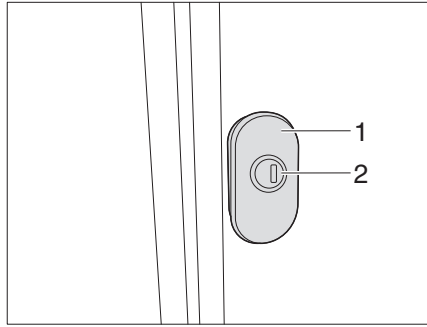
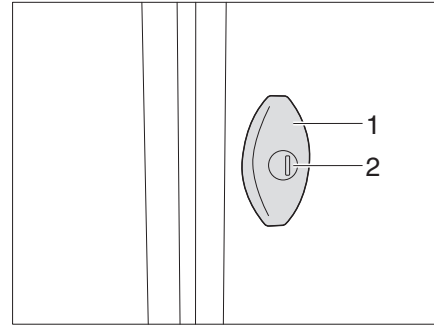

Fig. 33 Manopola di chiusura girevole (variante 1)
Fig. 34 Manopola di chiusura girevole (variante 2)
- Inserire la chiave nel cilindro della serratura (Fig. 33/ Fig. 34,1) e ruotare di un quarto di giro. La serratura dello sportello è sbloccata.
- Tirare la manopola di chiusura girevole (Fig. 33/ Fig. 34,2) e ruotare di 180° in senso antiorario. Lo sportello esterno è aperto.